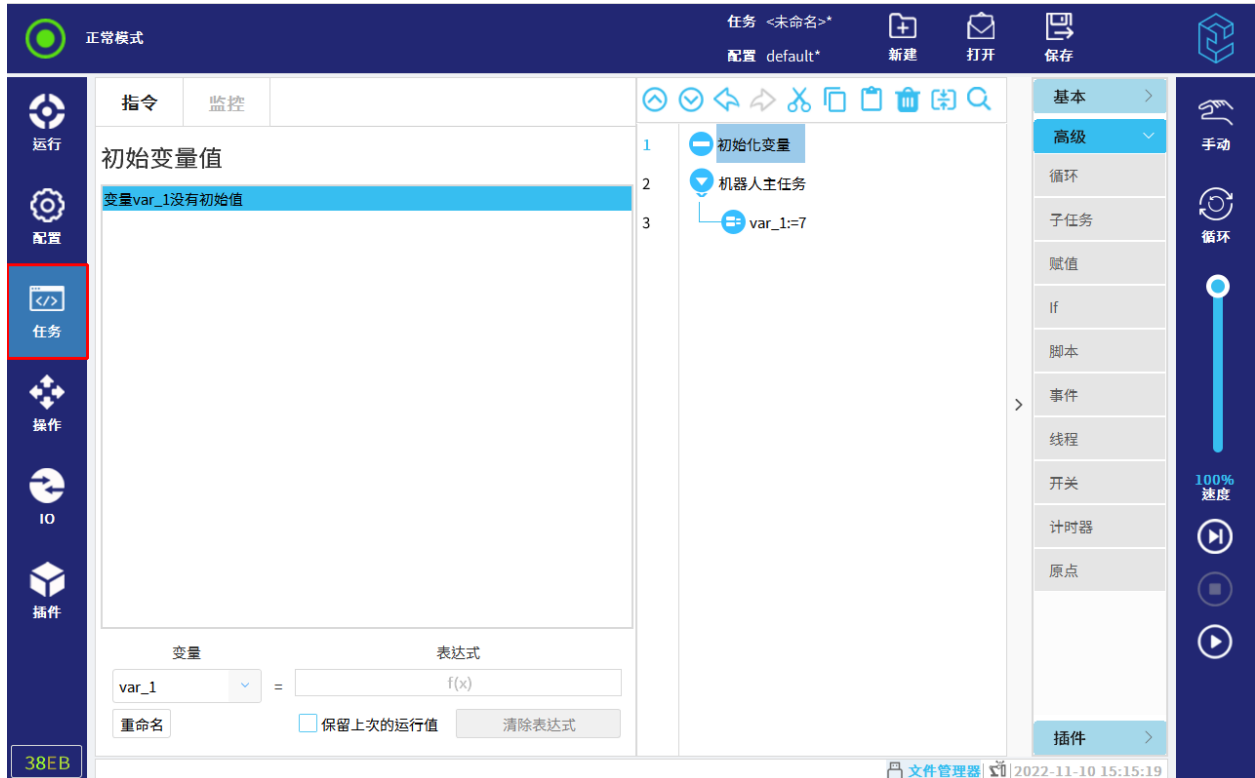

图 12-5 选择初始变量界面
1. 用户可从“变量”下拉列表中选择变量，也可以从初始变量选择器框中选择变量，如图 12-5 所示。